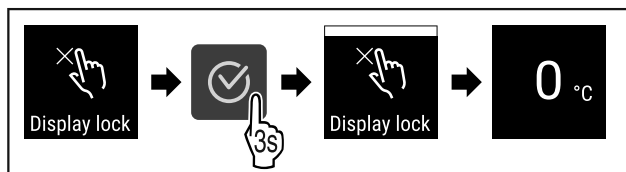

Fig. 66
- ▶ Eseguire i passi (vedere Fig. 66) .